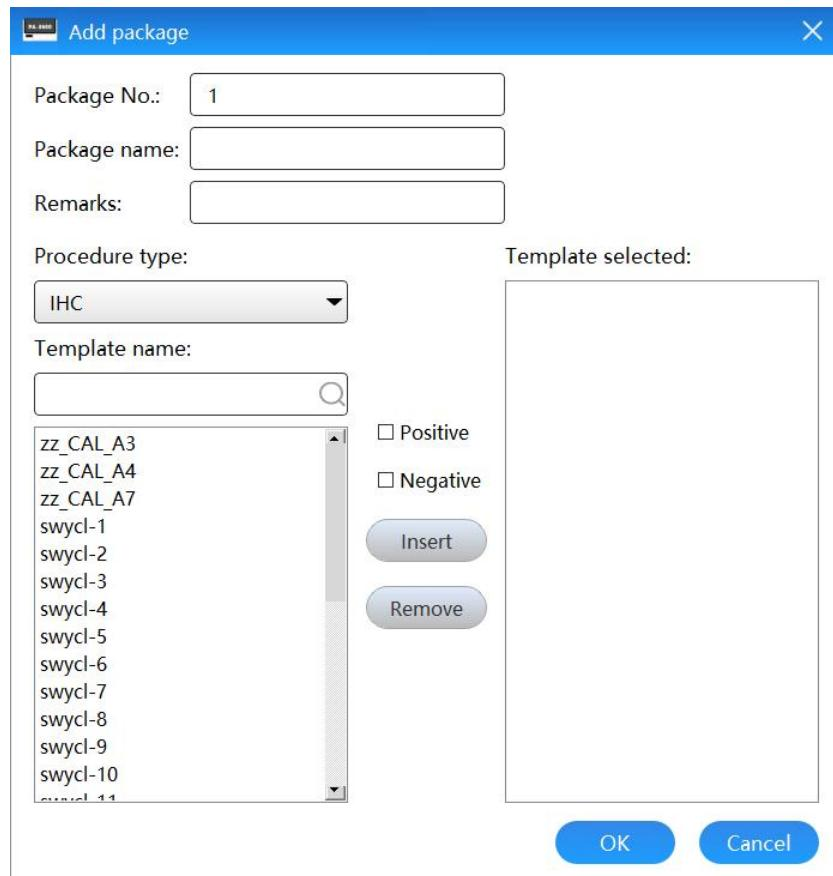

Abbildung 4-7 Paket hinzufügen
**Hinzufügen:** fügen Sie ein neues Paket hinzu, wie in Abbildung 4-7 gezeigt; Benutzer können übliche Pakete anpassen und mehrere Vorlagen auswählen, um ein neues Paket zu erstellen.